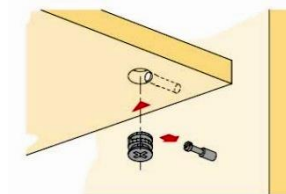

Рис.3 Схема сборки стяжки эксцентриковой
3. Вкрутить соединительные болты стяжки (Г) (см. рис. 3) на детали 1, 2, 16